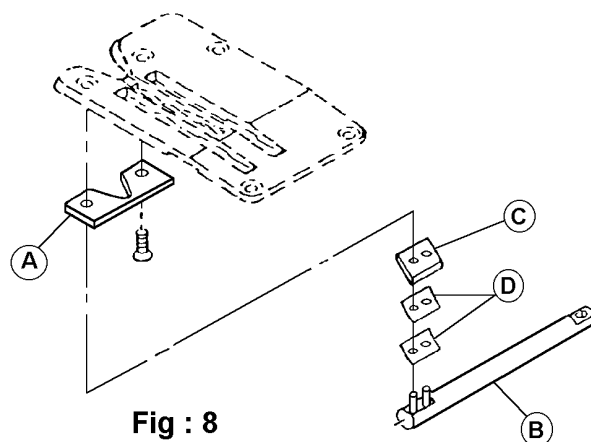

Fig : 8
5. Démontez la plaque à aiguille (D) par dévisser les vis (C).
6. (voir Fig:8) Le couteau mobile (C) repose sur les 2 ressorts (D) et il est maintenu par les deux tétons de centrage de l'axe (B).
7. Remplacez ou retournez la lame (C) remplacez les ressorts (D).
8. Dévissez le couteau fixe (A) sur la plaque à aiguille.
9. Remplacez ou retournez le couteau (A).
- 11 N'oubliez pas d'enlever le calibre entre levier (A) et vis (F).